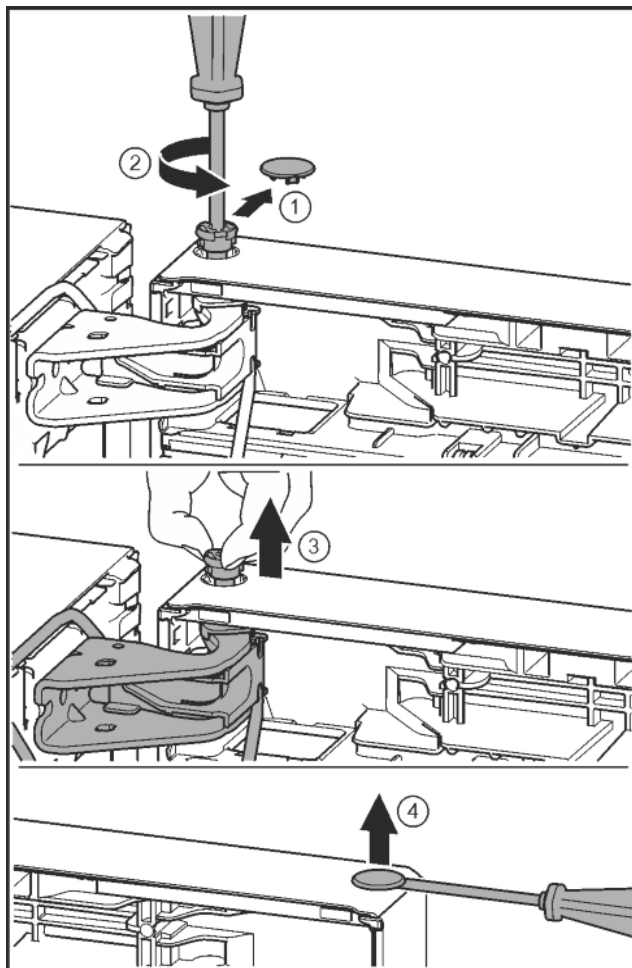

Fig. 24
- ▶ Veiligheidsafdekking voorzichtig eraf trekken. Fig. 24 (1)
- ▶ Bout met schroevendraaier T15 een stukje eruit draaien. Fig. 24 (2)
- ▶ De deur vasthouden en de bout met de vingers eruit trekken. Fig. 24 (3)
- ▶ Stop voorzichtig met een sleufschroevendraaier uit de lagerbus van de deur optillen en eruit trekken. Fig. 24 (4)